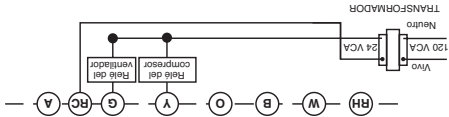
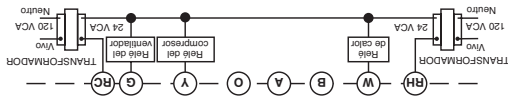

Figura 2. Diagrama de conexiones típico para sistema de calor/frío de un solo transformador
Figura 3. Diagrama de conexiones típico para sistema de calor/frío de dos transformadores
- Si su sistema tiene más de dos cables: Consulte en el cuadro de referencia para determinar las conexiones correctas. Si tiene un sistema de frío/calor de cuatro cables, deje conectado el puente instalado en fábrica entre RC y RH (vea la figura 2). Si su sistema tiene cinco cables, retire el puente instalado en fábrica entre RC y RH (vea la figura 3).